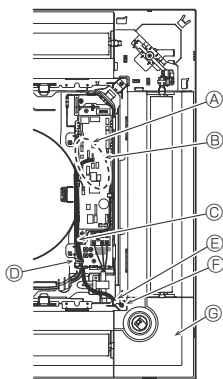
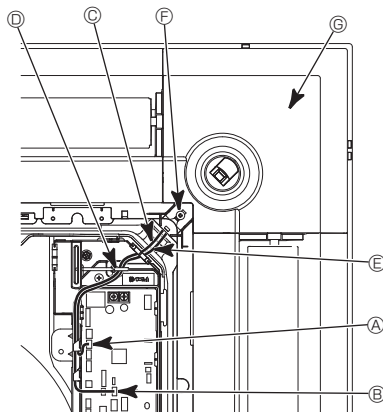
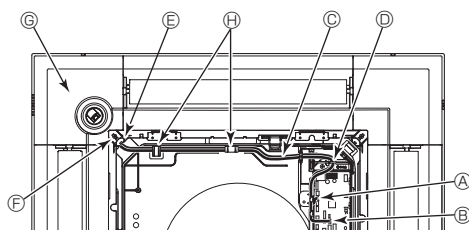

Fig. 6-10
Fig. 6-11
Fig. 6-12
#### 6.5.1. Position standard (Fig. 6-10) et position ② (Fig. 6-11)
- Prenez les fils CN4Z (blanc, à 4 pôles) et CN5Y (blanc, à 5 pôles) du panneau d'angle du 3D i-see Sensor ④ provenant du côté du boîtier électrique de l'appareil et raccordez-les au connecteur du panneau du contrôleur.
- Le panneau d'angle du 3D i-see Sensor doit être fixé sur la grille ① à l'aide de la vis ③.
#### 6.5.2. Position ① (Fig. 6-12)
[Fig. 6-10] [Fig. 6-11] [Fig. 6-12]